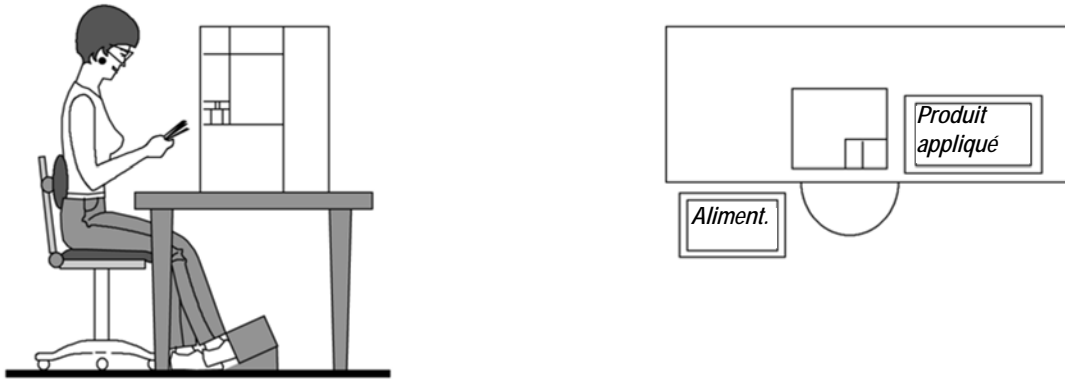

Figure 8
3.3. Éléments à prendre en compte pour le positionnement de machines d'établi (Figure 8)
La Figure 8 illustre le positionnement correct de la machine et de l'opérateur ainsi que l'emplacement recommandé de l'interrupteur à pédale.